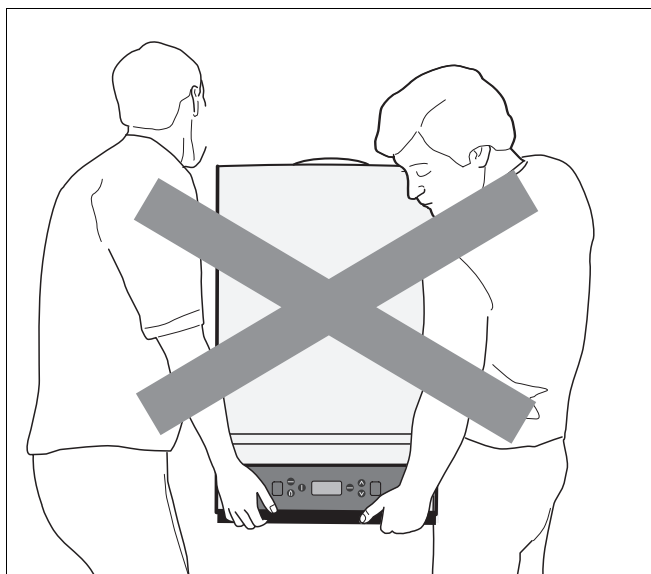

fig. 4 Foutief optillen cv-toestel
- Til het cv-toestel niet op aan het kunststof bedieningspaneel, maar aan de zijkant (→ fig. 4).